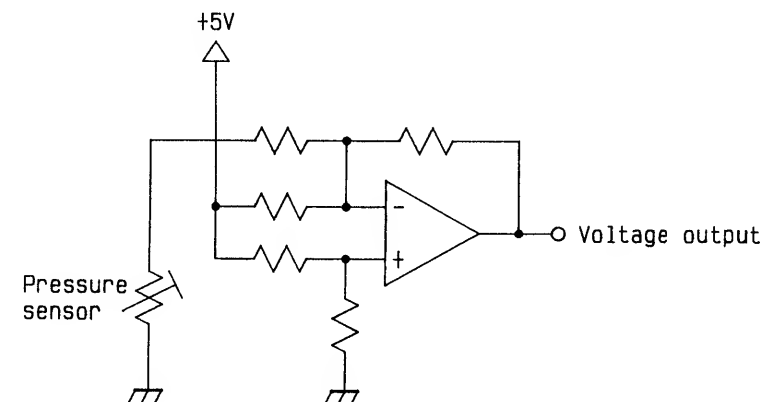

Fig.12
- Modulation and after touch is the pressure resistance, and the change of the resistance value by pressure are converted into 0—+5V voltage change, and then input into IC4. IC4 multiplexes the signal, then inputs it to IC5. Resistance values-voltage conversion circuit is shown in Fig.12.
- モジュレーション及びアフタータッチは感圧抵抗であり、圧力による抵抗値の変化が0～+5Vの電圧変化に変換されてIC4に入力されます。IC4はこれらをマルチプレクスしてIC5に入力します。抵抗値-電圧変換回路をFig.12に示します。